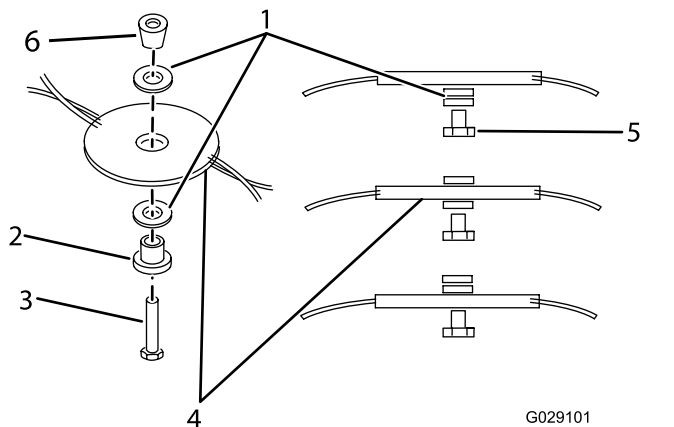

Figure 23
4. Retirez le fil Flexiblade en tournant le boulon dans le sens antihoraire (Figure 23), et mettez toutes les fixations de côté.
5. Posez le fil Flexiblade neuve en tournant le boulon dans le sens horaire (Figure 23), et reposez toutes les fixations.